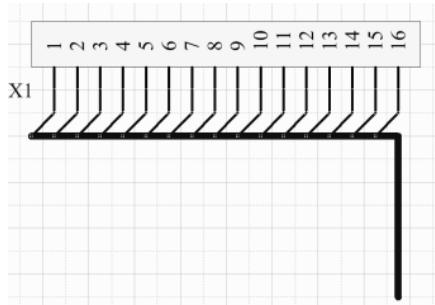

图 5-45 总线分支的放置及与导线的连接
(3) 在放置状态下按空格键可以旋转调整左右方向，然后根据需要在总线上单击放置，可以连接总线和延长线，如图 5-45 所示。